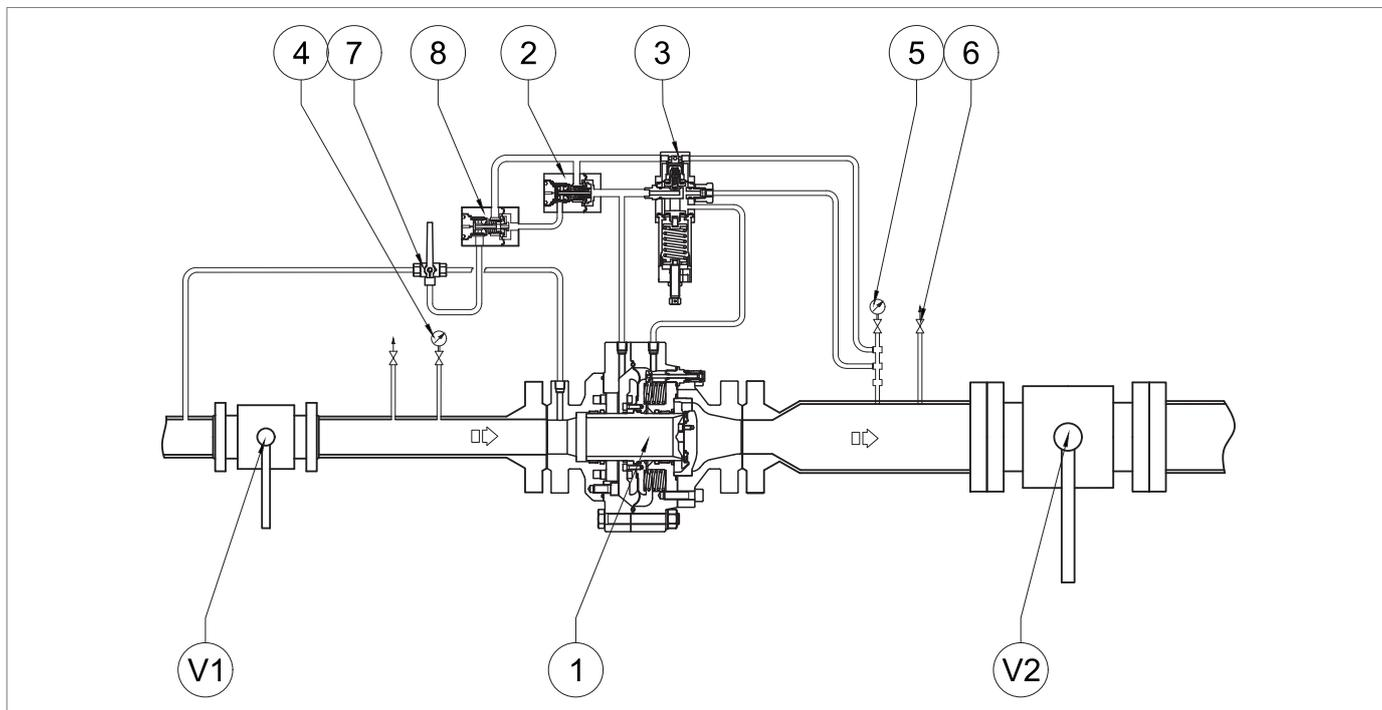

Рис. 8.24. Запуск в эксплуатацию регулятора ASX 176/FO
1	<p>Для проверки правильности настройки увеличьте давление на выходе до значения отсечки отсекающего клапана, воздействуя на главный регулятор.</p> <p>! ВАЖНАЯ ИНФОРМАЦИЯ!</p> <p>Проверьте давление по манометру (Рис. 8.24, арт. 5), расположенному ниже по потоку от главного регулятора. Если отсекающий клапан:</p> <ul style="list-style-type: none"> • срабатывает до предусмотренного значения давления: завинтить (по часовой стрелке) регулирующее кольцо (13), чтобы больше сжать пружину (11); • не срабатывает на предусмотренном значении давления: отвинтить (против часовой стрелки) регулирующее кольцо (13), чтобы сработала пружина (11).
2	Уменьшить давление в нижней части, открыв сливной кран (Рис. 8.24, дет. 6), чтобы довести его до калибровочного значения основного регулятора.
3	Закрывать сливной вентиль (Рис. 8.24, дет. 6).
1	Открыть сливной кран (Рис. 8.24, дет. б) в атмосфере и удерживать его открытым для следующих этапов.
2	<p>Действуя на главный регулятор, снижайте давление на выходе до минимально необходимого давления блокировки.</p> <div style="border: 1px solid blue; padding: 5px;"> <p>! ВАЖНАЯ ИНФОРМАЦИЯ!</p> <p>Проверить давление с помощью манометра на выходе (Рис. 8.24, п. 5).</p> <p>Если отсекающий клапан:</p> <ul style="list-style-type: none"> • срабатывает до предусмотренного значения давления: отвинтить (против часовой стрелки) регулирующее кольцо (15), чтобы сработала пружина (17); • не срабатывает на предусмотренном значении давления: завинтить (по часовой стрелке) регулирующее кольцо (15), чтобы больше сжать пружину (17). </div>